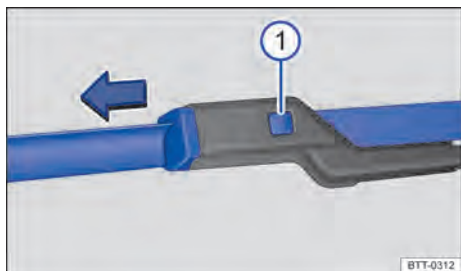

Fig. 207 Substituir as palhetas dos limpadores do para-brisa.
- Manter o botão de destravamento $\Rightarrow$ Fig. 207 ① pressionado e, ao mesmo tempo, retirar a palheta dos limpadores do para-brisa no sentido da seta.